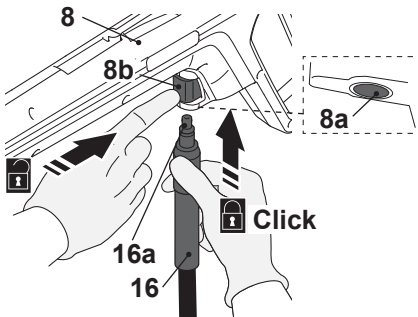

Fig. 3
- > Introduzca el conector (16a) de la manguera de presión (16) en el puerto de conexión de la manguera (8a) de la pistola de pulverización (8). Asegúrese de que encaja en su sitio (Fig. 3). Pulse el botón de desbloqueo (8b) para desbloquearlo si es necesario.